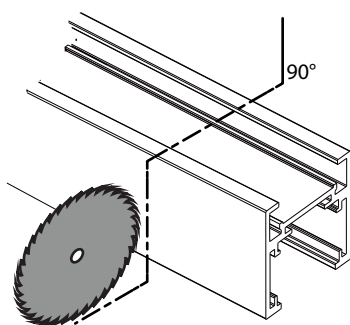

Figure 1
1. Si nécessaire, coupez le profilé linéaire à la longueur souhaitée par découpe au laser (opération recommandée) ou sinon à l'aide d'une scie circulaire conçue pour les profilés métalliques (Figure 1).